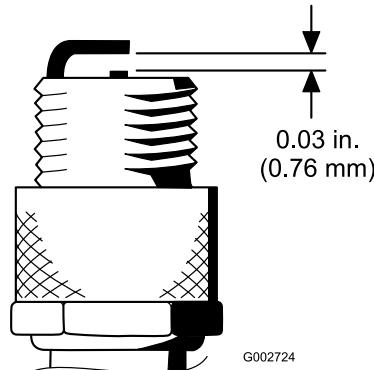

Figura 39
- 4. Ajuste la distancia entre los electrodos central y lateral a 0,76 mm, tal y como se muestra en la Figura 39.